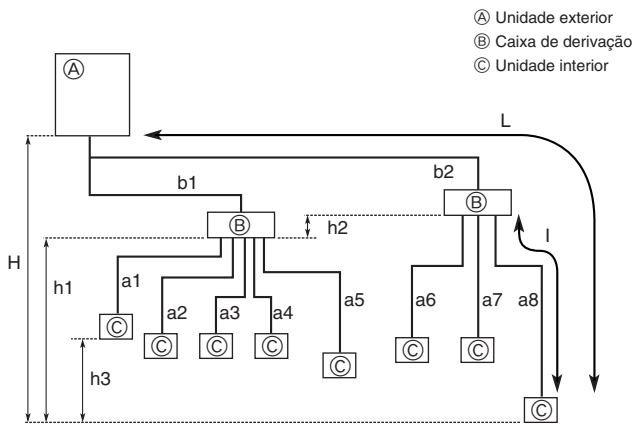

Fig. 5-1
5.2. Comprimento do tubo e diferença de altura (Fig. 5-1)